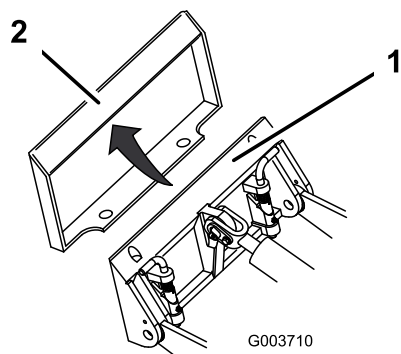

Рисунок 20
4. Введите монтажную поверхность в верхний выступ установочной пластины навесного приспособления (Рисунок 20).